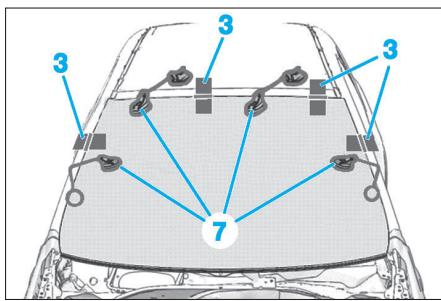

FIG. 14
- Appliquer le cordon de colle sur le pare-brise avec une hauteur (F) de 13 mm.
- A l'aide d'un outillage de maintien (7) où équivalent, apposer le pare-brise et le positionner grâce aux bandes adhésives témoins (3) (Fig.14).